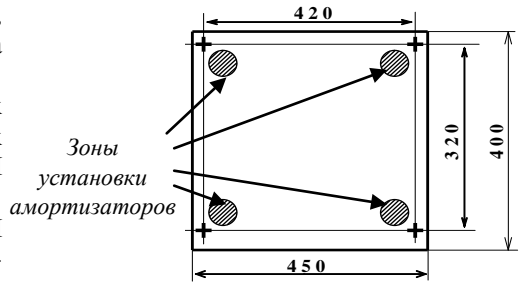

Рисунок 1
3.1.3 Надёжно закрепить РИП в удобном месте. Габаритно-установочные размеры и зоны установки амортизаторов указаны на рис. 1.